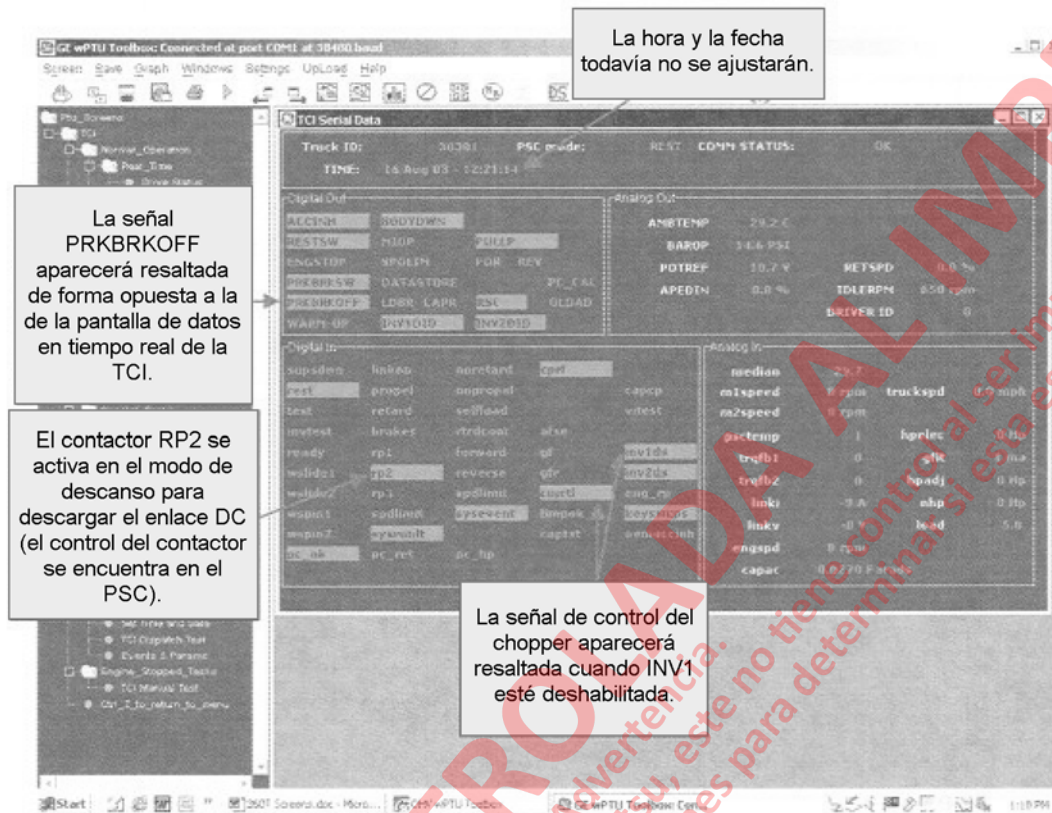

FIGURA 3-8. PANTALLA DE DATOS SERIALES DE TCI
- Verifique que los valores análogos y digitales sean similares al ejemplo de la Figura 3-8.